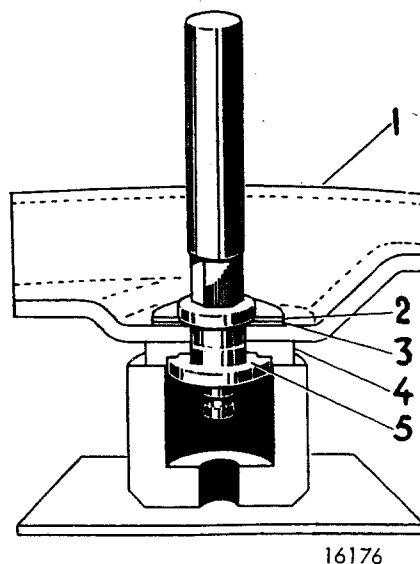

Fig 12-11. Utpressning av bult
1. Ta loss bromsskölden. Placera den till stukningsverktyget hörande underläggshylsan i en press enligt fig 12-11 och pressa ur bulten med en dorn.